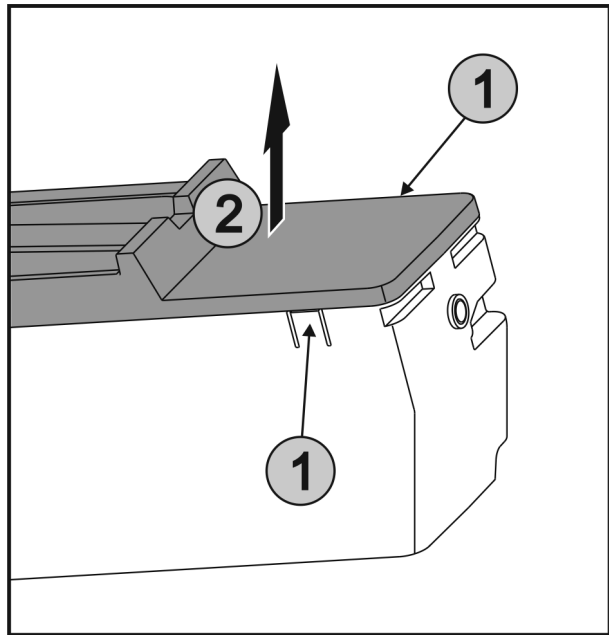

Fig. 48
- ▶ Laschen Fig. 48 (1) an den beiden Seiten von EasyTwist-Ice gleichzeitig drücken und die Abdeckung Fig. 48 (2) nach oben entnehmen.